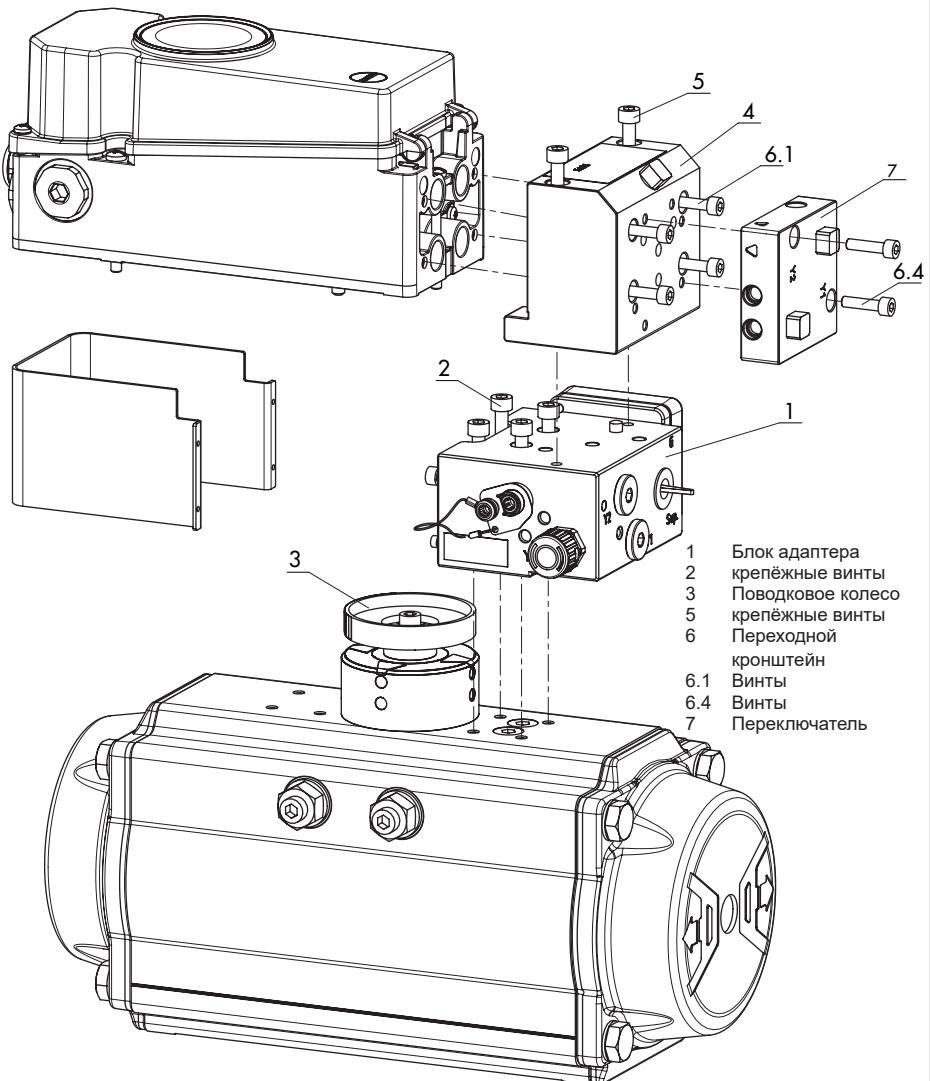

Рис. 5-24: Монтаж согл. VDI/VDE 3847-2 в исполнении простого действия
→ См. Рис. 5-24
- ➔ См. Рис. 5-24
1. Установите адаптерный блок (1) на интерфейс NAMUR привода с помощью четырех крепежных винтов (2). Следите за правильностью положения уплотнений!
2. Установите поводковое колесо (3) на вал привода. Используйте подходящий адаптер вала (см. гл. 5.7, Табл. 5-11).
3. Установите угловой адаптер (4) на адаптерный блок (1) и зафиксируйте его крепежными винтами (5). Следите за правильностью положения уплотнений!
5. Выровняйте позиционер на угловом адаптере (1) таким образом, чтобы следящий штифт входил в поводковое колесо (3) привода.
6. Установите позиционер с помощью крепежных винтов (6.4) на угловой адаптер (4). Следите за правильностью положения уплотнений!